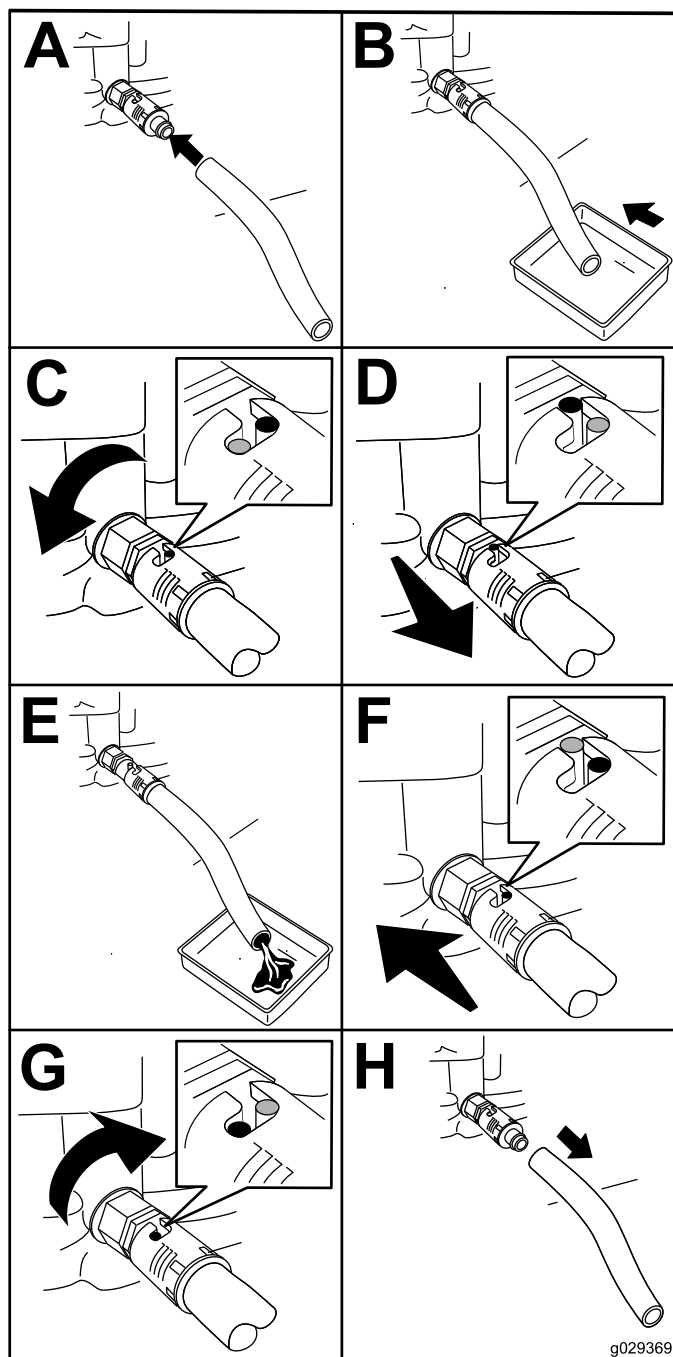

Figura 31
4. Montate il flessibile di spurgo sulla relativa valvola (**Figura 31**).
5. Posizionate l'altra estremità del tubo flessibile in un apposito contenitore per l'olio (**Figura 31**).
6. Girate la valvola di spurgo di 1/4 di giro in senso antiorario per lasciare defluire l'olio (**Figura 31**).
7. Dopo avere scaricato l'olio, ruotate la valvola di spurgo di 1/4 di giro in senso orario per chiuderla (**Figura 31**).